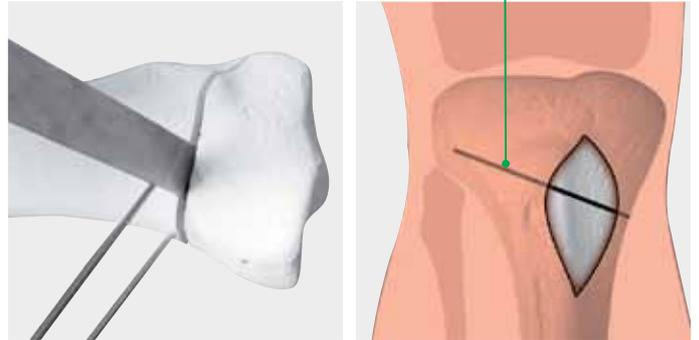

Fig. 6
- soit à l'aide du guide de coupe d'ouverture MAO47 (fig. 6),